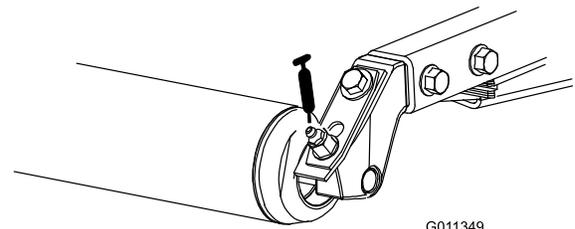

Figure 42
- Roulements à rouleaux arrière (2 par plateau de coupe) (Figure 42)